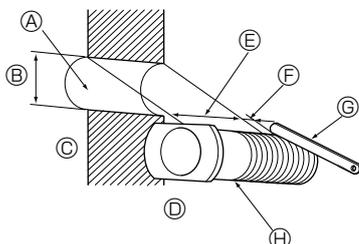

Fig. 3-6
3.4.1. Realización de orificios (Fig. 3-6)
- ① Haga agujeros de \varnothing 65 ó 75 mm con una profundidad de aprox. 5-7 mm y ligeramente inclinados hacia fuera de la habitación.
- ② Inserte los manguitos para orificios de pared en los orificios.